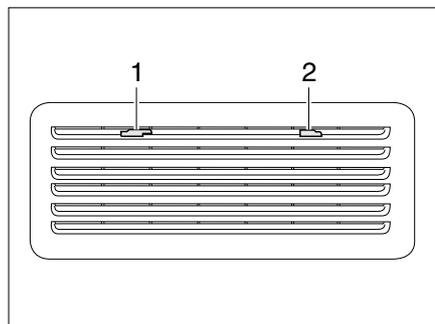

Bild 213 Kühlschrank-Lüftungsgitter (Thetford)
- Arretierung (Bild 213,1) zur Mitte schieben.